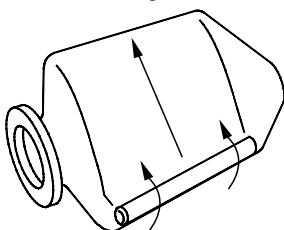

Figure 4 – Enrouler diagonalement vers le col.
- Pour l'enrouler le plus serré possible, commencer par un côté en haut et bien l'enrouler SERRÉE en diagonale vers l'autre côté (voir la Figure 4). Pour chasser le plus d'air possible, toujours l'enrouler vers l'ouverture de son goulot.